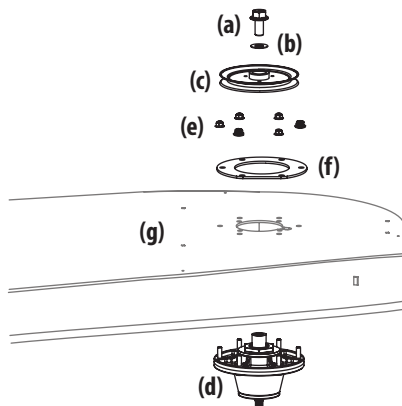
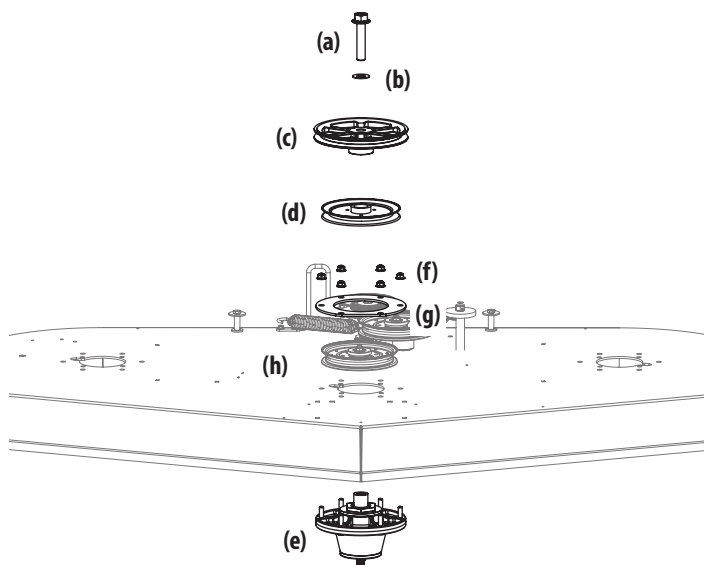

Figure 47
Figure 48
- Pour retirer les ensembles de broche gauche et droite (Figure 47):
- Pour retirer les ensembles de centre (Figure 48) :
- Inversez le processus pour installer l'ensemble de la broche. Lors de l'installation de la nouvelle broche, veillez à ce que la quincaillerie soit installée correctement (Figure 47 ou Figure 48). Serrez les boulons hexagonaux de la bride à 250 po-lb (339 N-m) et les écrous de blocage de la bride de 21 à 32 pi-lb (28 à 43 N-m).